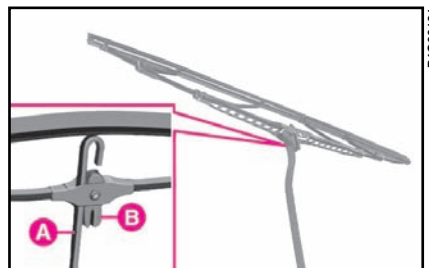

fig. 9
1) Levante el brazo **A**-fig. 9 del limpiaparabrisas y coloque la escobilla de manera que forme un ángulo de 90° con el brazo.